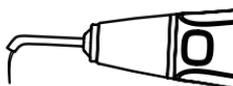

Figure 8 Installation du protecteur de pointe de travail    Figure 9 Code d'erreur
4. Installez le protecteur de pointe de travail sur la pointe de travail, comme indiqué à la figure 8, pour empêcher la bouche du patient brûlant pendant le fonctionnement.